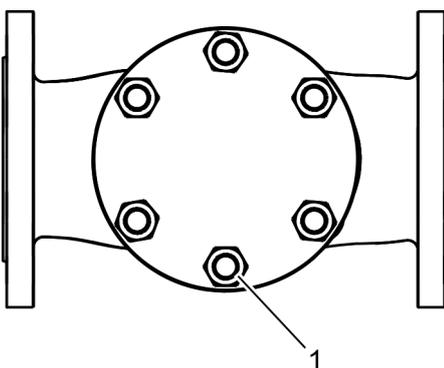

Fig. 11: Apretar las tuercas siguiendo el esquema en cruz (el número de tuercas/espárragos roscados puede variar)
10. ➤ Enrosque las tuercas (Fig. 11/1) en los espárragos roscados del cuerpo de la válvula sin apretarlas del todo.
Fije las tuercas (Fig. 11/1) con el par de apriete prescrito siguiendo el esquema en cruz.